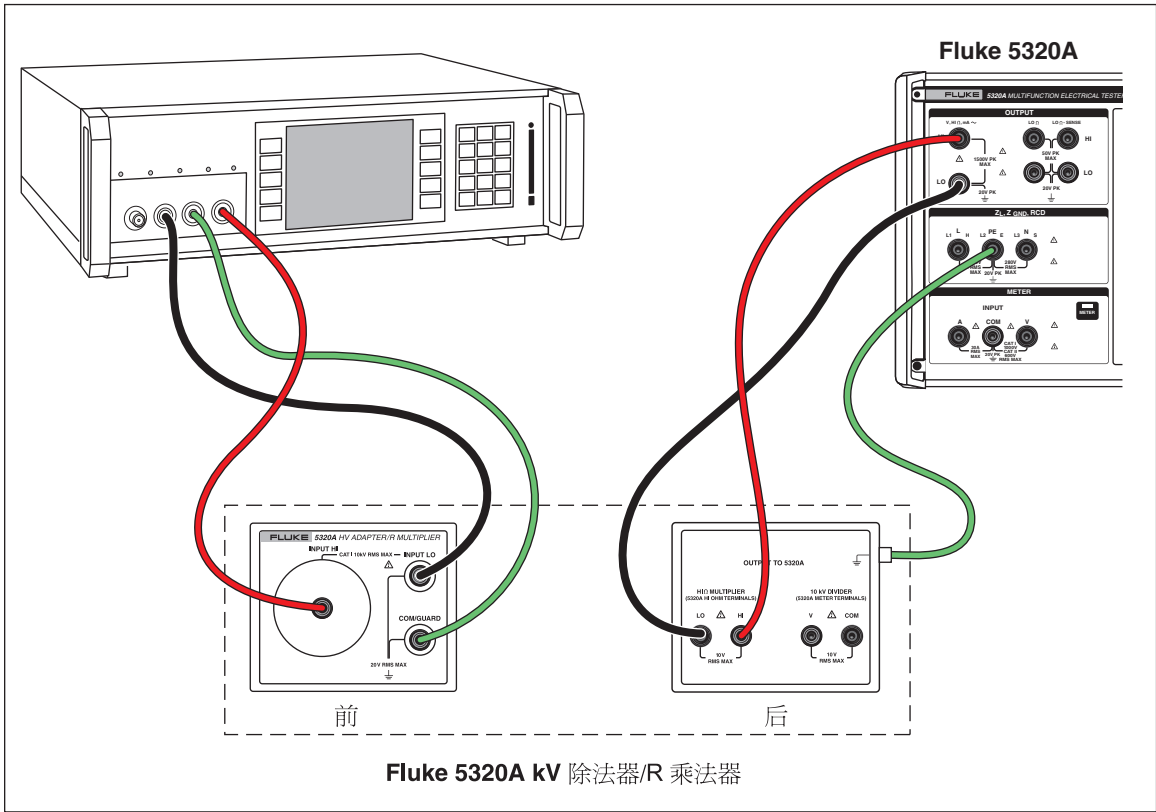

图7-7.当使用电阻倍乘器适配器时，到台架测试仪的连接
2. 使用图 7-7 或 7-8，将 UUT 连接到电阻乘法器和校准器。